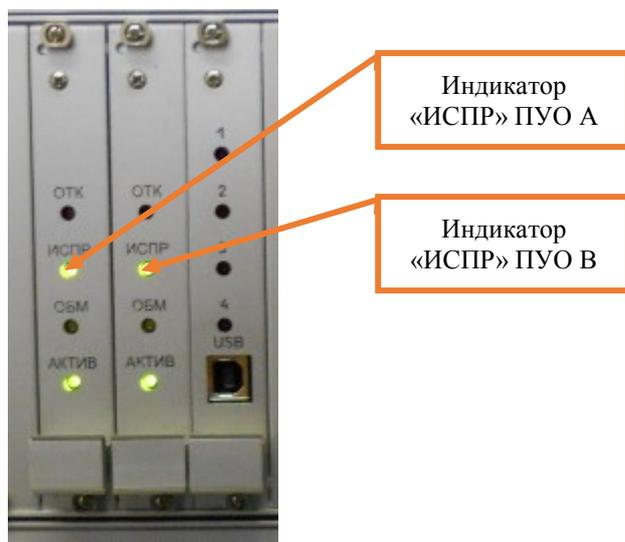

Рисунок 15. Показания индикаторов плат ПУО.
7.6.9 Проверить на лицевых панелях плат управления одноканальных (ПУО) показания индикатора «ИСПР», они оба должны гореть зеленым цветом (Рисунок 15).